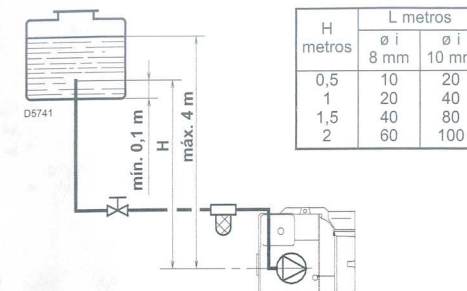

Fig. 2
- Es necesaria sólo con instalaciones de un tubo (Fig. 2). En la instalación de la Fig. 2, es suficiente aflojar la conexión del vacuómetro 4) (Fig. 5) y esperar la salida del combustible.